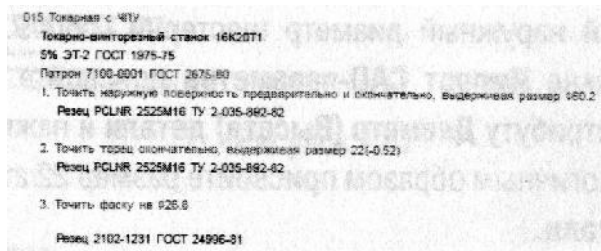

Рисунок 128
23. Исправьте параметры переходов операции 015 Токарная с ЧПУ следующим образом (рис. 128).